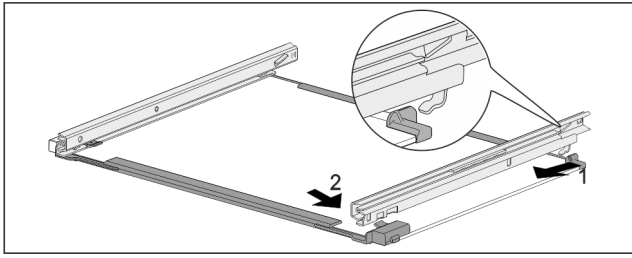

Fig. 180 Placa de sticlă cu șine
- ▶ Agățați șina în partea din spate. Fig. 180 (1)
- ▶ Înclicetați șina în partea din față. Fig. 180 (2)